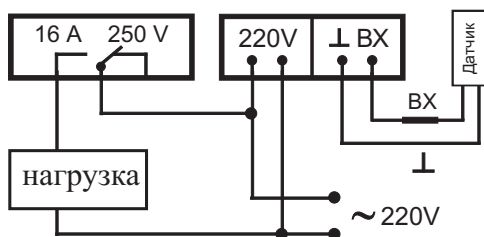

Рис.4 Схема подключения.
5.2 Смонтировать прибор в выбранном месте и собрать электрическую схему приведенную на рис.4. На датчике провод **ВХ** обозначен черным кембриком.